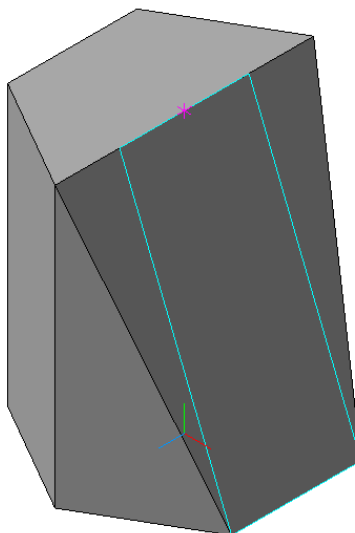

Рис. 13.16.
6.5.7. На **Панели свойств** операции установите **Направление отсечения: Обратное** (направление отсечения на модели показывается стрелкой) и выполните команду **Создать объект**. Результат операции показан на рис. 13.16.